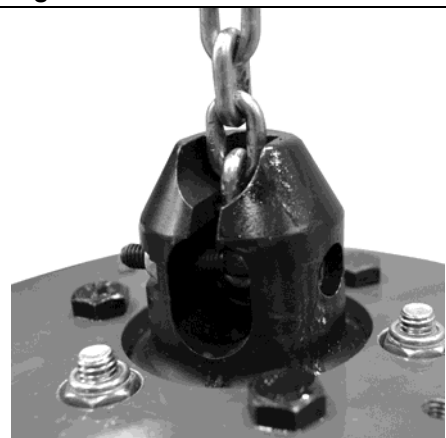

Figura 2-15
- 4) Dopo l'installazione della catena, fissare il posizionatore alla manopola (Cfr. Figura 2-15).